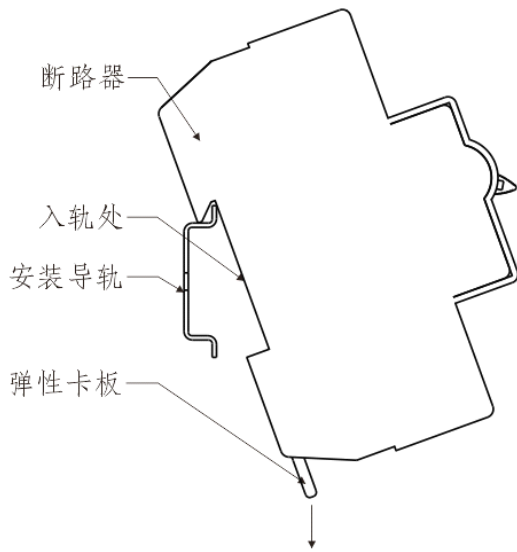
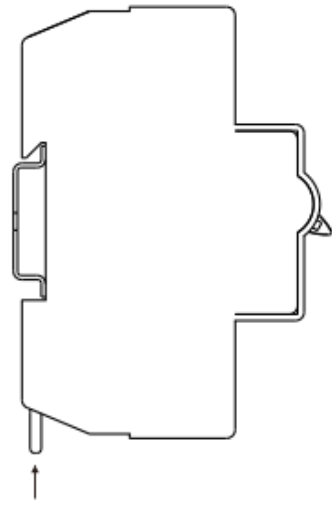

图 1
图 2
- a. 安装：将断路器的弹性卡板按图 1 沿箭头方向向下拉出，再将断路器的入轨处对准安装导轨上端扣住（见图 1），待断路器底部与安装导轨完全贴合后（见图 2），再将断路器弹性卡板按图 2 箭头方向推进扣住安装导轨下端即可松手。